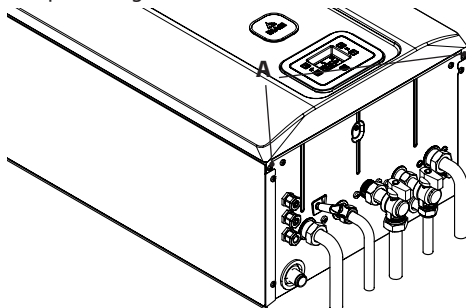
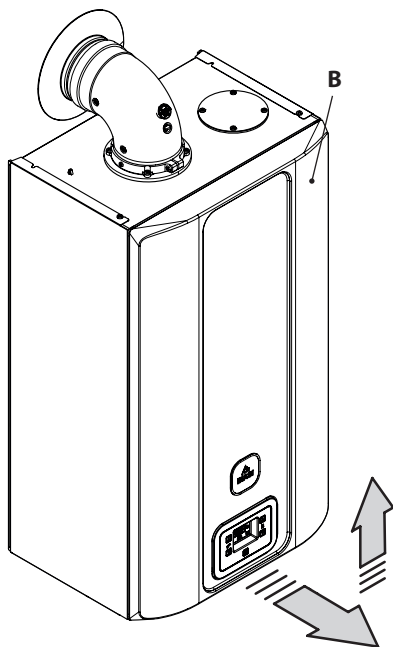

Figura 5.19
Figura 5.20
- Svitare le viti **A** (Figura 5.19) e rimuovere il pannello frontale **B** tirandolo a sé e quindi spingendolo verso l'alto in modo da liberarlo dalle sedi superiori Figura 5.20.